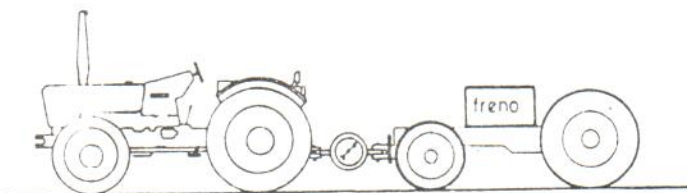

Figura 8. Esquema del acople del tractor al freno dinamométrico en ensayo en la B. de T. (dinámico)
3. **Potencia en la Barra de Tiro.** Es una medida de la potencia de tracción del motor mediante las orugas, ruedas o neumáticos. Como porcentaje de la potencia en la TDF, la potencia en la barra de tiro varía, dependiendo ampliamente de varios factores, incluyendo la superficie del suelo y tipo de enganche. La figura 8 muestra esquemáticamente dicho ensayo.